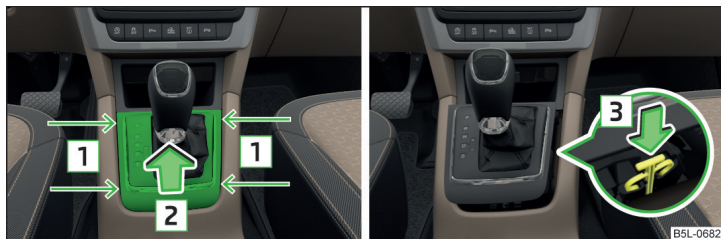

Fig. 188 Retirar la tapa / desbloquear la palanca selectora
- › Introduzca un destornillador plano o una herramienta similar en la ranura en el área de la flecha **1** » fig. 188 y suelte la tapa en el sentido de la flecha **2**.